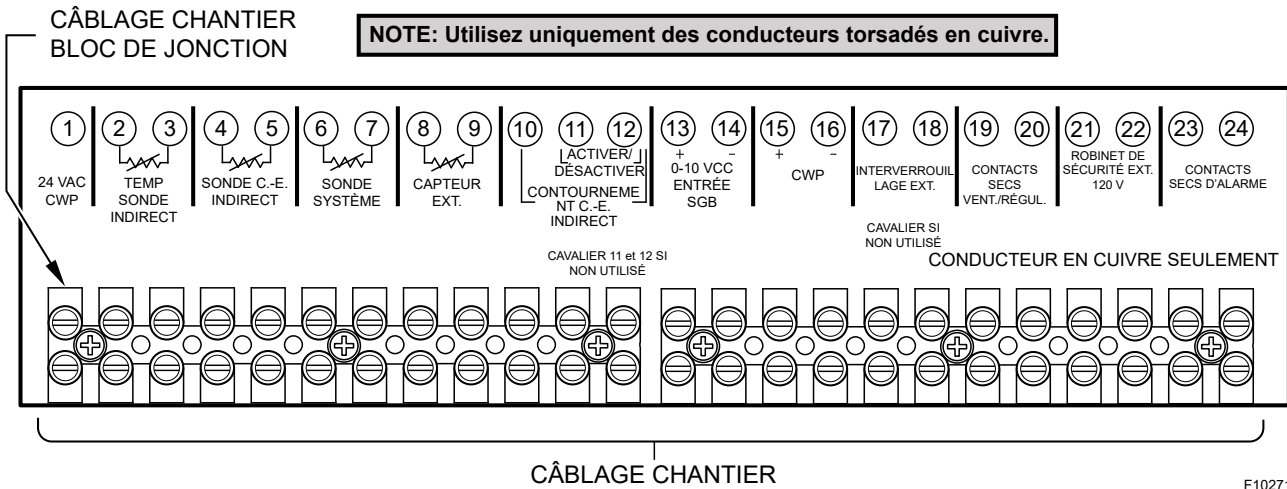

Figure 35. Câblage basse tension au chantier
2. Pour activer cette fonction de commande à distance, réglez le micro-interrupteur DIP 5 à la position UP sur la carte PIM. Le micro-interrupteur DIP 5 bascule entre un signal EMS (UP) ou le signal VERSA (DOWN). Le micro-interrupteur DIP 2 de la carte PIM bascule entre une entrée Direct Drive (UP) et une température de consigne cible (DOWN).
4. Connectez un système de gestion de l'énergie ou tout autre module de commande auxiliaire aux bornes marquées 0-10V (+/-). Voir **Figure 35**. Portez une attention particulière pour éviter que toute partie du circuit +0-10 V n'entre en contact avec une surface mise à la terre.
Connectez le câblage aux bornes Enable/Disable (bornes 11, 12), comme illustré à la **Figure 35**, à la place du cavalier qui avait été installé à l'usine. Toute fermeture des contacts secs, notamment ceux d'un thermostat distant, reliés à ces bornes, mettra la chaudière en marche.
1. Lorsque la sonde système est utilisée, connectez ses fils aux bornes (6, 7) marquées SYSTEM SENSOR. Voir **Figure 35**.
1. Si le système doit comporter un capteur extérieur, connectez les fils du capteur aux bornes (8 et 9) marquées OUTDOOR SENSOR. Voir **Figure 35**.
Connectez les fils de la sonde du chauffe-eau indirect aux bornes (4 et 5) marquées INDIRECT DHW SENSOR. Voir Figure 35. Veillez à ce qu'aucune des bornes ne soit mise à la terre. Lors de l'utilisation de la sonde du chauffe-eau indirect pour réguler la température du réservoir, les contacts de contournement (override) du chauffe-eau indirect doivent être fermés.
2. Connectez le débitmètre de la boucle secondaire aux bornes 6 et 7 du bornier de la chaudière principale. Voir **Figure 35**.
3. Connectez le capteur de température extérieur aux bornes 8 et 9 du bornier de la chaudière principale. Voir **Figure 35**.
4. Connectez le câblage Enable/Disable aux bornes 11 et 12 du bornier de la chaudière principale. Cette connexion doit être fournie par la fermeture des contacts secs. Voir **Figure 35**. L'application d'une tension de 24 VCA à ces bornes entraînera la fonte du fusible de la carte PIM.
Les bornes de l'alarme sont des contacts secs d'une capacité de 3A devant être raccordés à un relais normalement ouvert qui se referme en cas de panne ou de verrouillage. La tension maximale à travers ces contacts est de 30 VCA ou 30 VCC. Voir Connexions à effectuer au chantier, **Figure 35**.